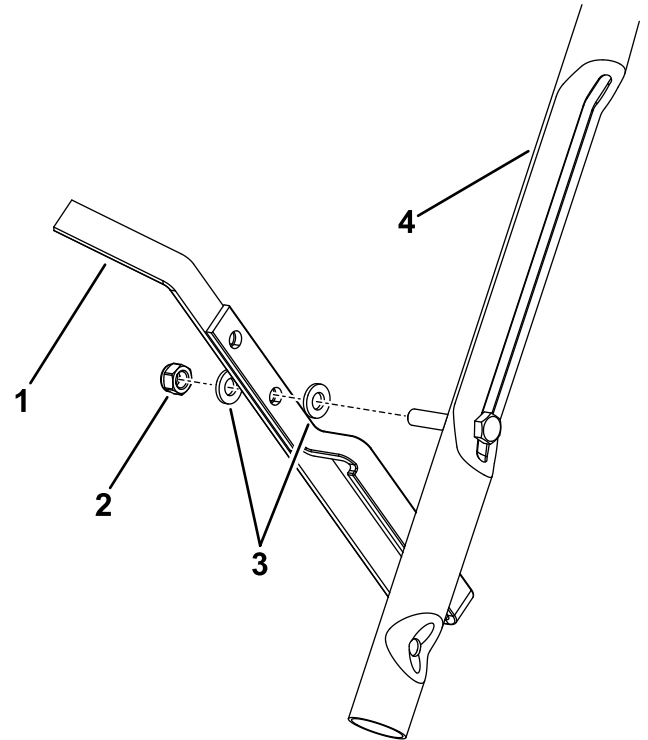

图 6
用 1 个螺母和 2 个垫圈将脚刹固定到下手柄右侧的螺栓 (图 6)。
**注意** 使用脚刹内的下孔安装脚刹如 图 6 所示。